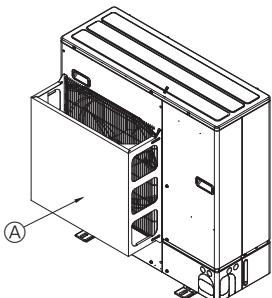

Fig. 2-5
- ② Τοποθετήστε έναν προαιρετικό σόηγό αέρα, αν πρόκειται να εγκαταστήσετε τη μονάδα σε σημεία όπου υπάρχει το ενδεχόμενο να φυσούν απευθείας στο στόμιο εξαγωγής του αέρα πολύ δυνατοί ανέμοι κτλ. (Fig. 2-5)